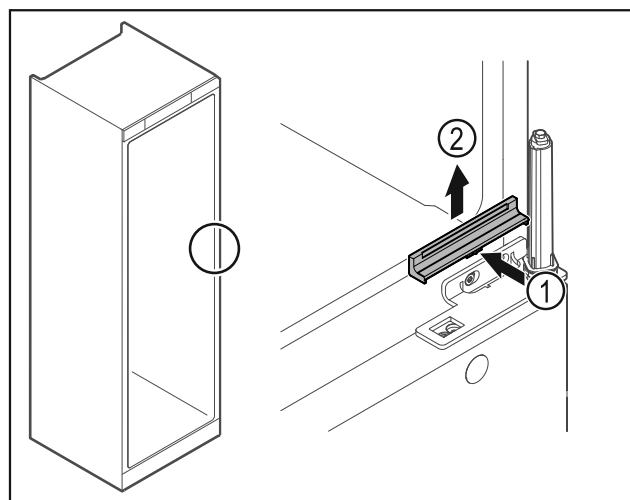

Fig. 32
- ▶ Натиснете леко навътре капака Fig. 32 (1) в средата и го свалете нагоре Fig. 32 (2).